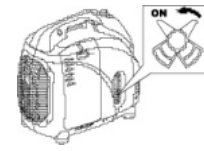

Рис. 15
- б)** Переведите топливный кран в положение «ON» (Рис. 15).